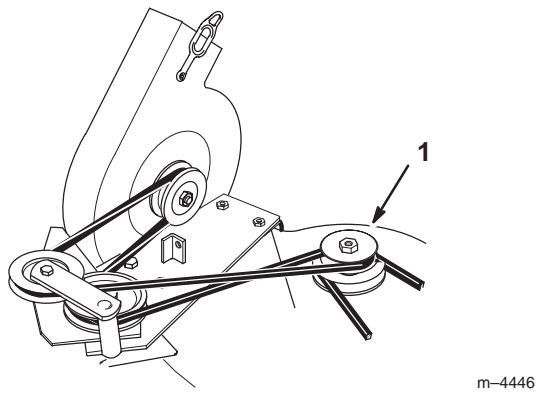

Figure 37
- Ouvrez le verrou et écartez le souffleur du plateau de coupe. Retirez la courroie du souffleur de la double poulie (Fig. 37).